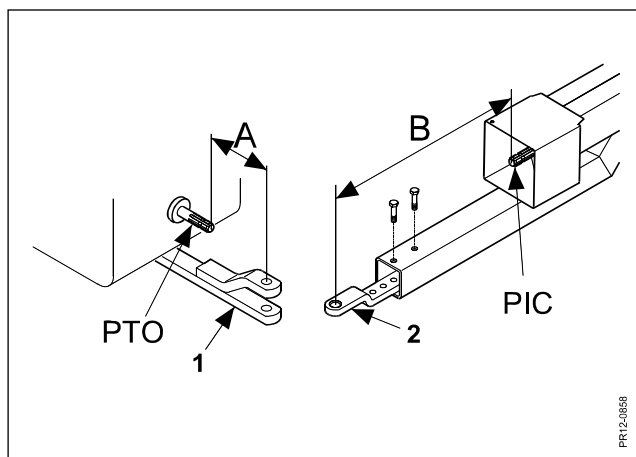

Рис. 2-6
Рис. 2-6 Установите сцепку трактора (1) на кратчайшем расстоянии "А". Установите дышло (2) агрегата так, чтобы расстояние "В" было как можно больше. Дышло агрегата (2) должно находиться так, чтобы карданный вал имел положение, наиболее близкое к горизонтальному.